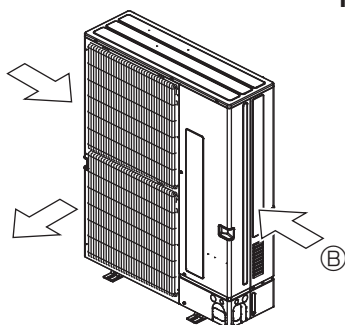

Fig. 2-4
- ③ Placer l'appareil de sorte que la sortie d'air souffle dans la direction perpendiculaire à celle des vents saisonniers, si celle-ci est connue. (Fig. 2-4)
- ④ Dispositif de protection contre le vent
⑤ Sens du vent